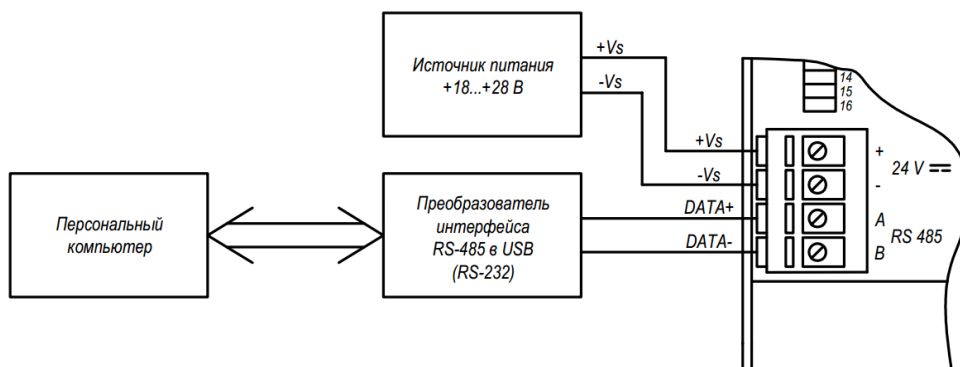

Рисунок 4.4 – Подключение модулей к порту ПК
4.3.1 Для конфигурации модуля может быть использован офисный ПК стандартной комплектации, имеющий порт RS-232 или USB. Модуль подключается с помощью преобразователя интерфейса RS-232 в RS-485 (USB в RS-485) (рисунок 4.4).